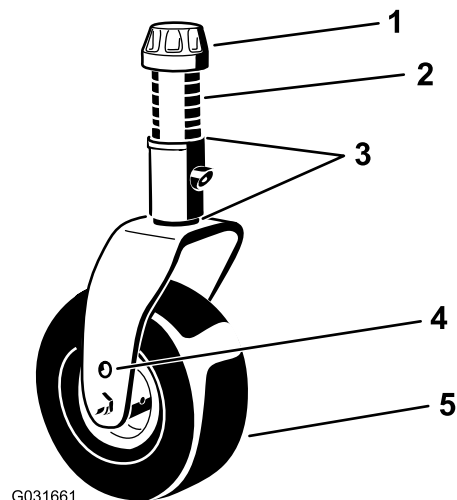

Figura 19
4. Utilizzando la chiave del cappuccio delle ruote orientabili, allentate il cappuccio di tensione e toglietelo dall'asse del perno della ruota orientabile ed estraete il perno dal braccio della ruota orientabile (Figura 19).
7. Montate gli spessori (come in origine) e i distanziali rimanenti sull'albero (Figura 19).
8. Montate il cappuccio di tensione e serratelo con la chiave del cappuccio della ruota orientabile in dotazione per fissare il gruppo (Figura 19).